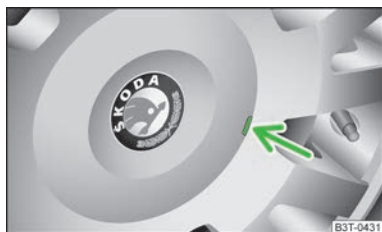

Fig. 152
- Desmontar con cuidado el embellecedor de rueda por medio del estribo de alambre de la herramienta de a bordo » fig. 152.